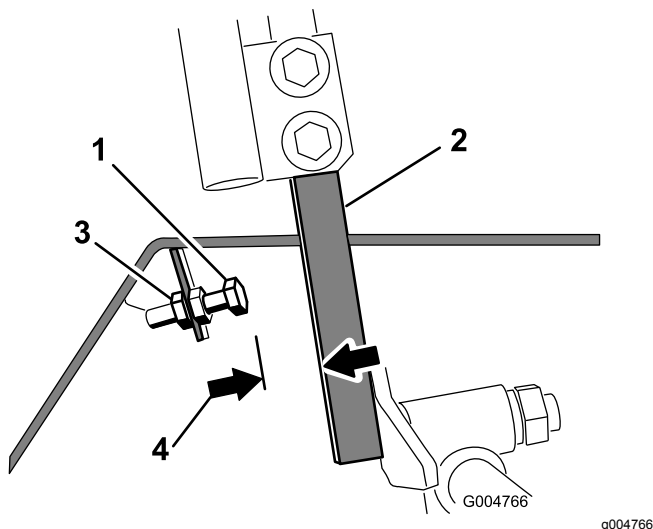

図 53
4. コントロールレバーのストップボルトについているジャムナットをゆるめる 図 53。